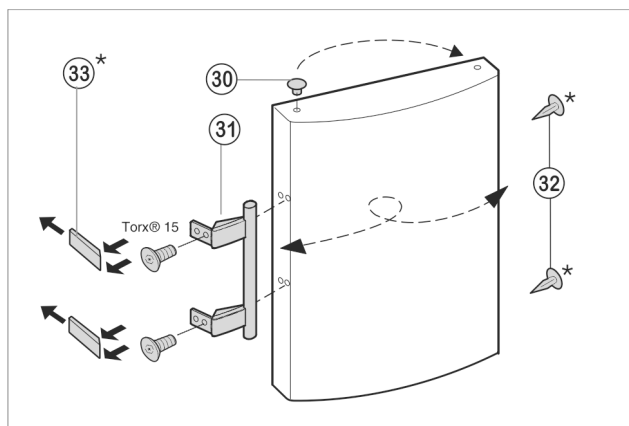

Fig. 10
- ▶ Til de stop Fig. 10 (30) uit de deurlagerbus en plaats hem om.
- ▶ Monteer deurgreep Fig. 10 (31), stop Fig. 10 (32) en drukplaten Fig. 10 (33) af en monteer ze aan de tegenoverliggende kant.